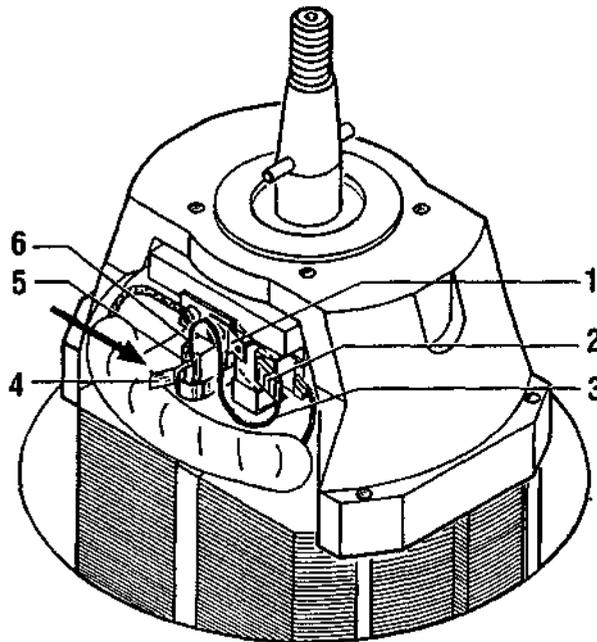

Abb. 15 Kohlebürsten-Wechsel
- Flachsteckhülse (2, Abb. 15) vom Flachstecker (1, Abb. 15) abziehen.
Nicht am Kupferdraht (3, Abb. 15), sondern an der Flachsteckhülse ziehen!
- Federhebel (4, Abb. 15) in Pfeilrichtung von der Kohlebürste (5, Abb. 15) abheben.
- Kohlebürste aus der Halterung (6, Abb. 15) ziehen.